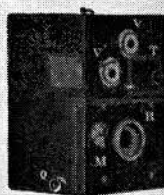
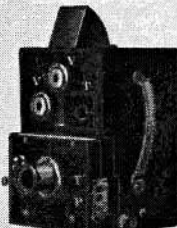

fig. 1
fig. 2
La fig. 1 le montre fermé pour le transport. Dans la fig. 2, il est représenté pendant l'opération.
Manœuvre de l'Appareil. — 1° L'objectif étant monté sur la rondelle R, on tourne le bouton Q ou E qui fait avancer le tiroir comme dans la fig. 2. La première plaque se trouvant par ce fait dégagée suit la rainure, et tombe par son propre poids dans la chambre noire. Il suffit alors d'imprimer au chariot un léger mouvement en arrière pour fixer la plaque très exactement dans le plan focal.
Les résultats furent les suivants: 1888 Arthur Batut, né en 1846 à Labruguière (Tarn), 1895 William A. Eddy, Bayonne, New Jersey, USA, 1895 Gilbert Totten, Woglom (deux mois plus tard après Eddy). Ceci est apparemment en contradiction sur ce que vous avez lu sur le cerf volant de Scheimpflug dans les colonnes de ce journal. Scheimpflug est connu pour son principe mais peu pour ses autres travaux. [Militaire autrichien au grade de capitaine, Théodore Scheimpflug, né le 7 octobre 1865 et mort le 22 août 1911. Il venait à peine d'ouvrir son nouvel Institut. Ce pionnier de la cartographie par la photographie aérienne testera entre 1900 et 1903 différents cerfs volants en provenance de plusieurs constructeurs comme Nickel, Hargrave ou Marvin. Son appareil consistait en 8 appareils photographiques. A l'issue de ses travaux, il publiera son fameux ouvrage devenu depuis un classique (2).]. Sur la figure 1 ci-dessous, on peut voir les 8 photos séparées issues de son appareil photographique.